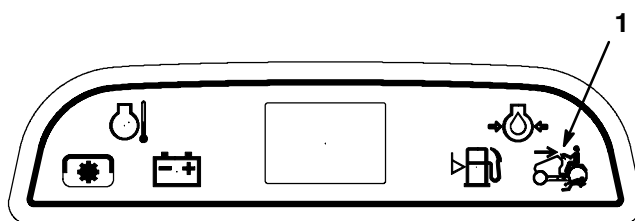

**Figure 7**
S'il est nécessaire d'utiliser la commande des lames (PdF) en marche arrière, vous pouvez désactiver ce dispositif de sécurité à l'aide du commutateur KeyChoice situé près du support du siège (Fig. 7).
2. Introduisez la clé dans le commutateur KeyChoice (Fig. 7).